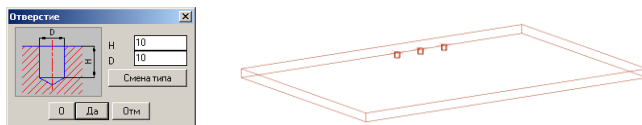

Рис. 5.31 Ввод параметров обработки
7. Ввести в открывшемся диалоговом окне параметры обработки и нажать “Да”, см. рис. 5.31 для отображения обработки в 3D-модели.